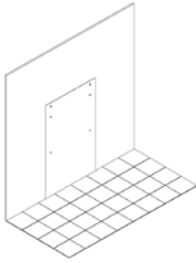

Fig. 3
- Marque la posición de los huecos del soporte teniendo en cuenta la distancia recomendada en relación al suelo (15 cm) y guardando las medidas de la plantilla adjunta.(Fig. 3)
- Agujeree los huecos en la pared y coloque los tacos fijación incluidos en el kit de fijación.(Fig.3)